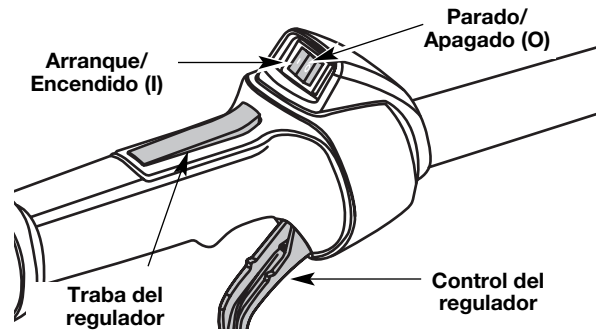

Fig. 19
3. Coloque el control de encendido y apagado en posición de ENCENDIDO (I) (Fig. 19).